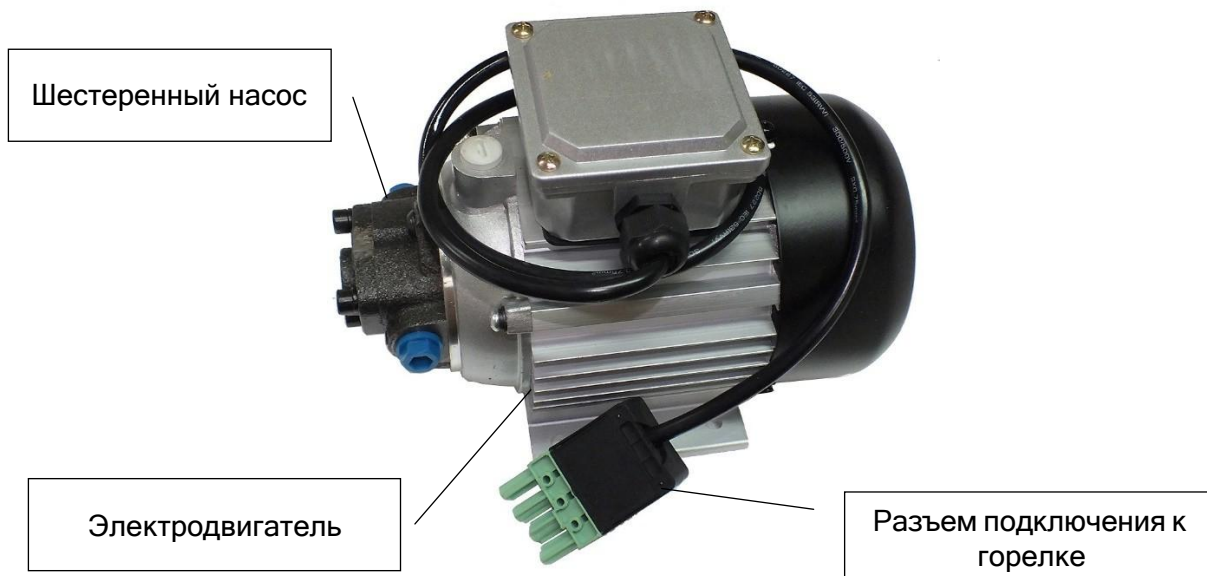

Рис. 8. Насосный агрегат
Для того, чтобы отрегулировать давление первичного воздуха, потяните вверх колпачок регулятора давления (рис. 8) и вращайте его для увеличения или уменьшения давления.
Насосный агрегат (рис. 8) представляет собой шестеренчатый насос, приводимый в движение собственным электродвигателем, фильтры грубой и тонкой очистки и комплект соединительных шлангов и переходников.
Электрическое подсоединение подъемного агрегата производится согласно электрической схеме горелки (рис. 8).
2. Подсоедините кабель от насоса подъемного агрегата к соответствующим контактам внешней части разъема горелки (рис. 8)
3. Подключите внешний термостат безопасности и термостат отопительного прибора в разрыв питающей цепи, как показано на рис. 8.
5. Подключите цепь питания к внешней части разъема горелки согласно рис. 8.